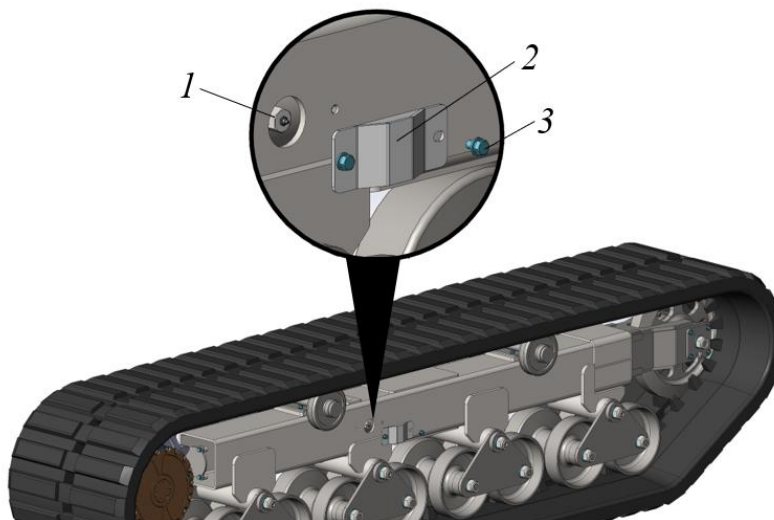

Рисунок 5.55. Месторасположение пресс-масленки механизма натяжения гусениц
- ▶ Выкрутить крепеж 3 (болты с шайбами), снять защитную крышку 2, рис. 5.55.
- ▶ Снять пылезащитный колпачок с клапана 1, рис. 5.55.
Натяжение гусениц происходит за счет перемещения поршня при заполнении внутренней полости консистентной смазкой через клапан, рис. 5.55., рычажно-плунжерным шприцем.
- ▶ Установить удлинитель рычажно-плунжерного шприца в клапан, рис. 5.55.
- ▶ Извлечь шприц, закрыть клапан 1 пылезащитным колпачком, рис. 5.55.
- ▶ Выкрутить не более чем на 2 оборота клапан 1, рис. 5.55, лишняя смазка выдавится из-под клапана через резьбу за счет избыточного давления в гидроцилиндре, натяжение с гусеницы будет снято.
Для исключения возможных травмоопасных ситуаций запрещается при ослаблении гусеницы полностью выворачивать клапан 1, рис. 5.55, так как при этом может произойти срыв резьбы клапана и выброс смазки под большим давлением.
- ▶ Полностью вывернуть клапан, рис. 5.55.